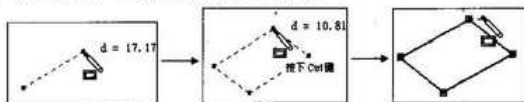

图 2-16 绘制平行四边形
(5) 上述的图形，可以称为平行四边形，但习惯上更愿意认为它仅仅只是一个有角度的矩形。怎样才能绘制出如图 2-16 所示的平行四边形呢？方法很简单，就是在确定第二点的同时，按下<Ctrl>键，可以绘制任何角度的平行四边形。